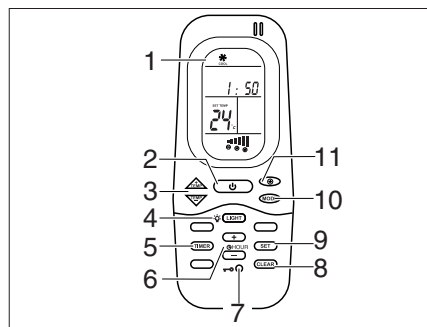
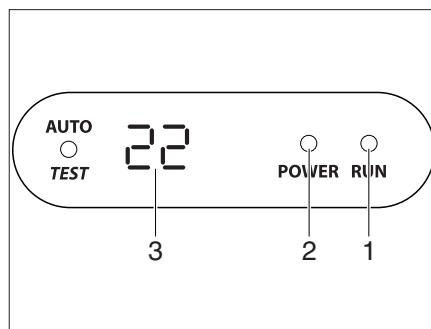

Fig. 319 Mando a distancia
Fig. 320 Pantalla en el difusor
La instalación de aire acondicionado está colocada en el techo del vehículo. El mando a distancia (Fig. 319) de la instalación de aire acondicionado está en la zona de la cocina.
La instalación de aire acondicionado está lista para el funcionamiento. El LED (Fig. 320,2) en la pantalla del difusor se ilumina de color rojo.
- Para la conexión, pulsar el interruptor ON/OFF (Fig. 319,2) en el mando a distancia. El LED (Fig. 320,1) se enciende en color verde cuando la instalación de aire acondicionado está funcionando en el modo de refrigeración. El LED (Fig. 320,1) se enciende en color rojo cuando la instalación de aire acondicionado está funcionando en el modo de calefacción.
- Ajustar con la tecla MODO (Fig. 319,10) el modo de funcionamiento deseado.
- Si es necesario, ajustar con la tecla (Fig. 319,11) el nivel deseado del ventilador y con las teclas (Fig. 319,3) la temperatura ambiente.
- Para la desconexión, volver a pulsar el interruptor ON/OFF (Fig. 319,2) en el mando a distancia.
- Para la programación, encender la instalación de aire acondicionado con el interruptor ON/OFF (Fig. 319,2) en el mando a distancia.
- Pulsar la tecla TIMER (Fig. 319,5). Se activa la indicación ON de la hora de inicio.
- Ajustar la hora con las teclas TEMP (+/-) (Fig. 319,3).
- Volver a pulsar la tecla TIMER (Fig. 319,5). Se activa la indicación OFF de la hora de inicio.
- Volver a pulsar la tecla TIMER (Fig. 319,5).
- Una vez finalizado el ajuste, pulsar la tecla SET (Fig. 319,9).
- Para borrar la programación del temporizador, pulsar la tecla CLEAR (Fig. 319,8).